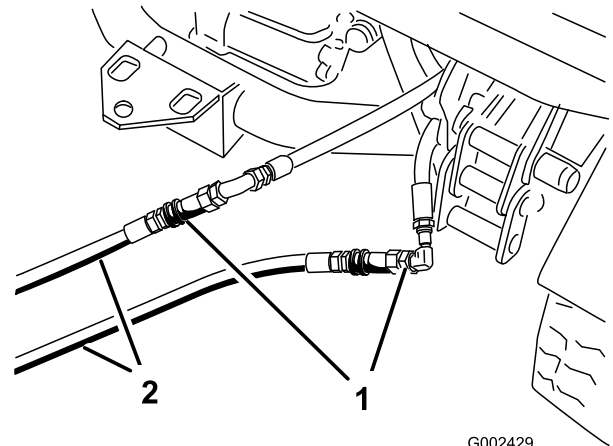

図 93
- 故障しているワークマンのカップラホースに、救援用ホース 2 本を接続する 図 93。